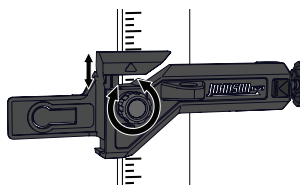

Figura 26
5. Utilice la perilla de ajuste fino de altura para ajustar la altura del detector en incrementos pequeños de 0 a 25,4 mm. (Figura 26)